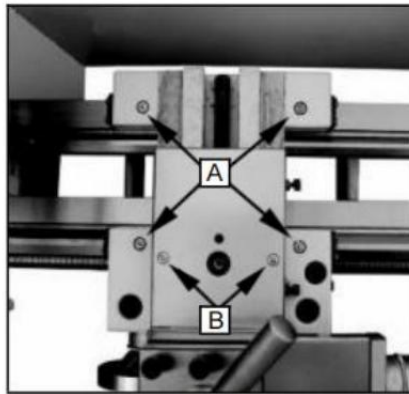

Fig. 36
2. Desserrer la vis moletée (B, Fig.36) et ouvrir le glissement doigts. (c, Fig.31) jusqu'à ce que la lunette puisse être déplacée avec son doigt autour du pièce à usiner . sécurisé le constant repos dans position .
Lubrifier Quatre huiles Ports (A, Fig. 36) avec machine 20w ou je une fois Quotidiennement.
Lubrifier deux huiles Ports (B , Fig. 36) avec 20w machine huile une fois Quotidiennement.